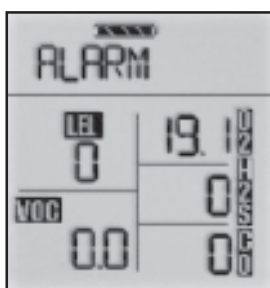

Bild 9:
4.1.1 Syrgasmätningar (% O₂) (bild 9)